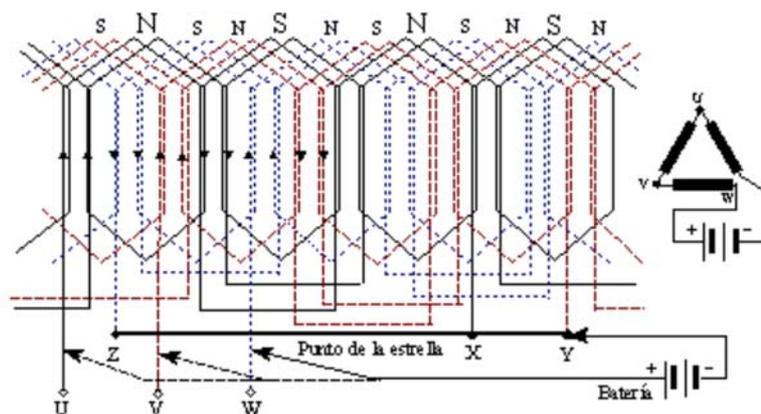

Figura 4.7.- Verificación de la polaridad correcta en un rotor devanado, conectado en estrella
Si vamos marcando los polos, al final del ensayo habremos comprobado que se obtiene un número de polos tres veces mayor que el del motor y que además todos estos polos tendrán alternativamente sentido contrario, ya que cada fase alimentada independientemente forma la polaridad completa, tal como se aprecia en la figura 4.7. Así para un devanado tetrapolar obtendremos doce polos con el sentido siguiente: N-S-N-S-N-S-N-S-N-S-N-S. Esto por supuesto no va a ocurrir en funcionamiento normal, cuando sea alimentado con corriente alterna, ya que en este caso esas polaridades se van manifestando una después de otra, dando así lugar al campo magnético giratorio
Aunque no es normal que los devanados de rotor estén conectados en triángulo, si este fuera el caso, la tensión continua se aplicara de una sola vez a todo el devanado, abriendo la conexión triángulo en uno de sus vértices y conectando estos a la fuente de corriente continua, tal como se aprecia en el pequeño dibujo de la figura 4.7. De esta forma todas las fases quedan en serie y al ir comprobando la polaridad con la brújula, obtendremos la misma serie de polaridades descrita para la conexión estrella.
- Si en el ejemplo de la figura 4.7 obtuviéramos las polaridades: N-S-N-N-N-S-N-S-N-S-N-S, nos indicará que un grupo de bobinas esta mal conectado. En este caso será el cuarto grupo, que deberemos corregir permutando las conexiones de dicho grupo.